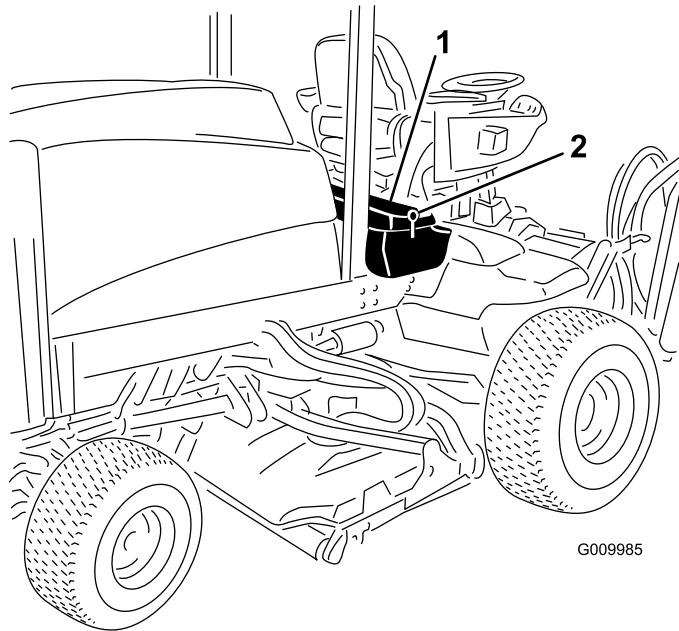
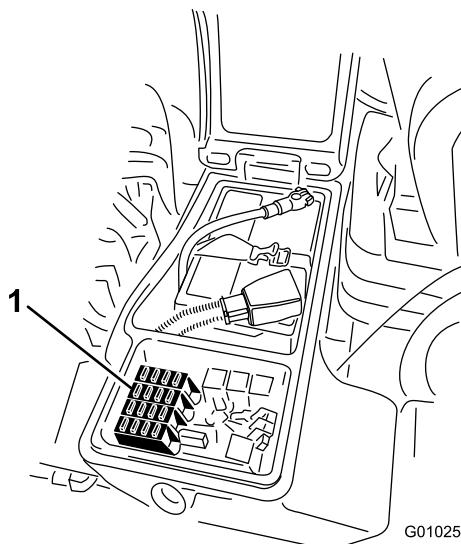

Figura 47
Figura 48
- Desaperte o trinco da cobertura da caixa de armazenamento direita e levante a cobertura (Figura 47) para expor o bloco de fusíveis (Figura 48).
- Substitua o(s) fusível(is) aberto(s) conforme necessário (Figura 48).
3. Feche a cobertura da caixa de armazenamento direita e prenda a cobertura com o trinco (Figura 47).